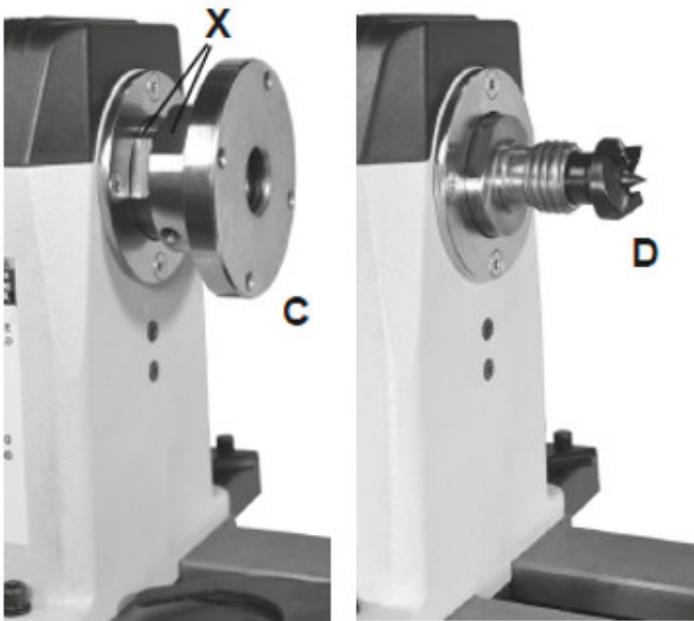

Abb. 7-4: Befestigungsplatte und Zentrierung
3. Befestigungsplatten (Pos. C, Abb. 7-4) werden zum Drehen von Schalen und Platten verwendet. Die Schraubenlöcher in der Befestigungsplatte dienen dazu, das Werkstück sicher zu fixieren.
- Wenn Sie die Befestigungsplatte abnehmen möchten, lösen Sie die Gewindestifte. Verwenden Sie den mitgelieferten 38-mm-Schraubenschlüssel am flachen Teil der Spindel (Pos. X, Abb. 7-4) und den 46-mm-Schlüssel an den Abflachungen der hinteren Nabe der Frontplatte. Drehen Sie die Frontplatte gegen den Uhrzeigersinn, um sie vollständig von der Spindel zu entfernen.
4. Die Zentrierung (Pos. D, Abb. 7-4) wird verwendet, wenn zwischen Spitzen gedreht wird. Sie passt in die Spindel, wobei sowohl die Spindel als auch die Zentrierspitze mit passenden MT-2-Konen ausgestattet sind. Die Zentrierspitze kann von der Spindel entfernt werden, indem die lange Austreibstange durch das linke äußere Ende der Spindel eingeführt wird.